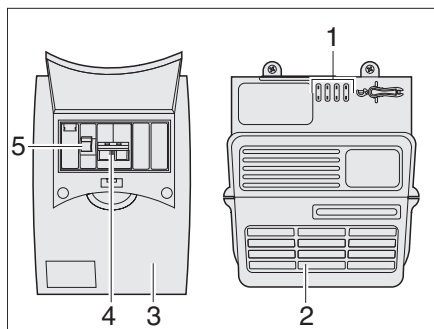

Fig. 92 Alimentatore di rete e interruttore di sicurezza
La scatola dei fusibili a 230 V (Fig. 92,3) è montata accanto all'alimentatore di rete (Fig. 92,2).
La scatola dei fusibili (Fig. 92) contiene il fusibile principale (Fig. 92,4) e un interruttore di sicurezza per correnti di guasto (Fig. 92,5).
L'interruttore di sicurezza per correnti di guasto (Fig. 92,5) misura l'intensità di corrente nella linea di andata e di ritorno. Se l'intensità di corrente che scorre in queste due linee è uguale, l'interruttore di sicurezza per correnti di guasto non interviene. Se invece si registra una differenza, l'interruttore apre immediatamente il circuito, evitando pericolosi incidenti e lesioni dovuti alla corrente elettrica.
- Spingere l'interruttore principale (Fig. 92,4) verso l'alto portandolo in posizione "ON".
- Spingere l'interruttore di sicurezza per correnti di guasto (Fig. 92,5) verso l'alto portandolo in posizione "ON".